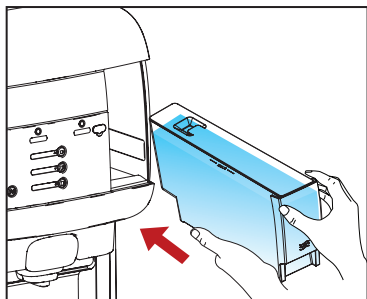

Fig. 4
4. Fyll tanken til maksimalnivået (MAX) med rent vann, og sett den tilbake i dispenseren (se fig. 4).